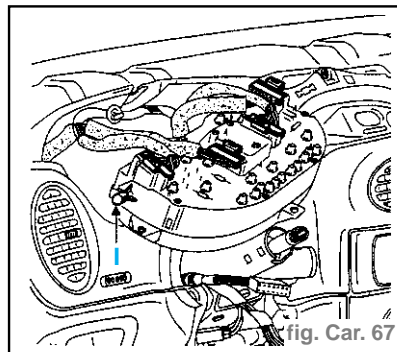

fig. Car. 67
- Déconnecter le tableau de bord. Attention de conserver et repositionner les petites cales caoutchouc (I) (fig. Car. 67).